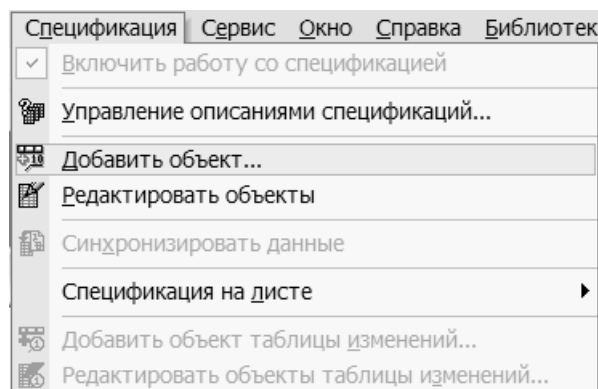

Рис. 10.3. Команда *Добавить объект* из меню *Спецификация*
- нажмите кнопку  **Добавить объект спецификации** на панели **Спецификация** или вызовите из меню **Спецификация** команду **Добавить объект** (рис. 10.3);